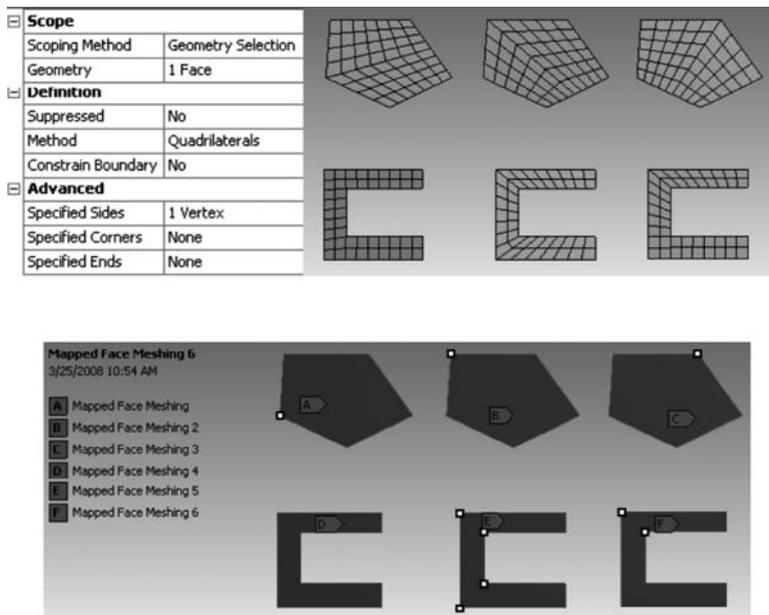

图 3.78 高级选项——选择不同节点网格指向不同
(8) 映射面网格中的高级选项中可以指定交点,其设置效果如图 3.78 所示。